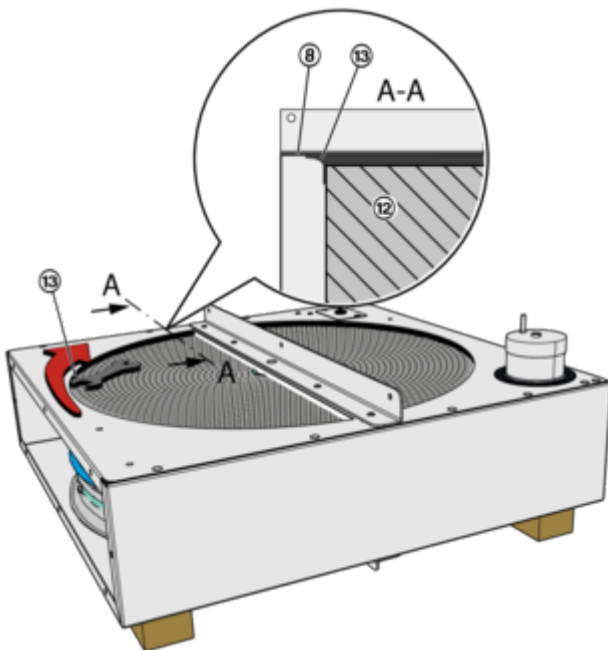

Abb. 52: Umlaufdichtung einsetzen
- 13. ▶** Die an der Speichermasse (Abb. 52 /12) befestigte Umlaufdichtung (Abb. 52 /13), z.B. mit einem Schraubenschlüssel in Position bringen. Die Innenseite der Umlaufdichtung ist nach außen gewölbt und muss unter das Blech (Abb. 52 /8) geschoben werden.